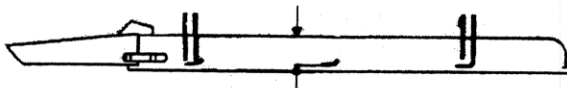

Figure 5
La hauteur de coupe peut être réglée de 25 à 102 mm par incréments de 13 mm, en déplaçant quatre axes de chape dans les différents trous des supports à chaque coin de l'unité de coupe (Fig. 5).
1. Faire tourner chaque lame jusqu'à ce que les extrémités soient dirigées vers l'avant et vers l'arrière (Fig. 5). Mesurer de l'intérieur de l'unité de coupe au tranchant à l'avant de la lame (Fig. 5) et noter cette dimension.